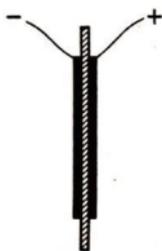

Abb. 255
**3. Der Plattenkondensator.** Bei den auf das Elektroskop übertragenen Ladungen handelt es sich um sehr geringe Ladungsmengen. Es erhebt sich die Frage, ob es Vorrichtungen gibt, die größere Ladungsmengen aufzunehmen vermögen. Zu nennen ist der *Kondensator*, in seiner einfachsten Form als *Plattenkondensator* bekannt. Er besteht aus zwei Metallplatten (meist Stanniolscheiben), die durch eine isolierende Schicht aus Glas, Hartgummi, Paraffinpapier u. dgl. getrennt sind. Abb. 255 zeigt ihn im Querschnitt. Man verbindet die Kondensatorplatten